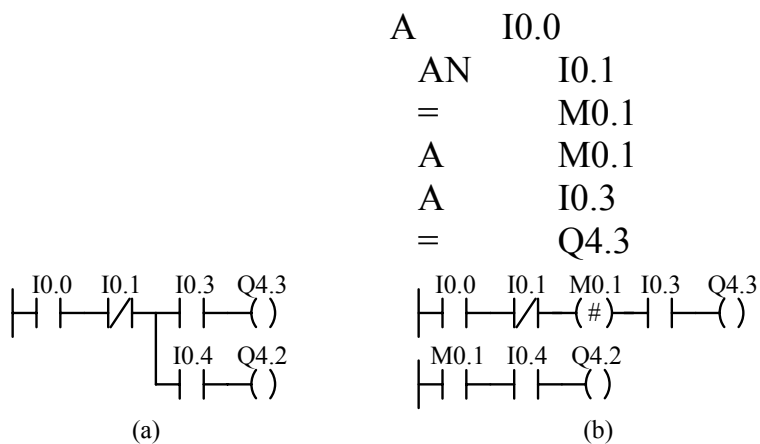

图3-14 中线输出指令
4. 中线输出指令 下面是图 3-14(b)中第一行对应的语句表。